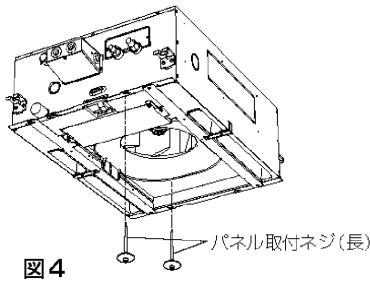
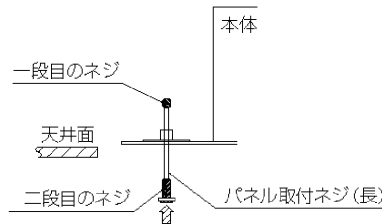
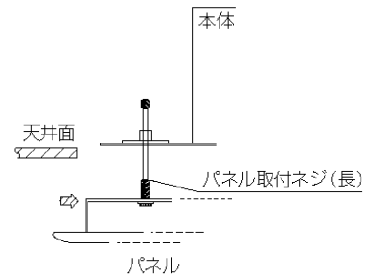
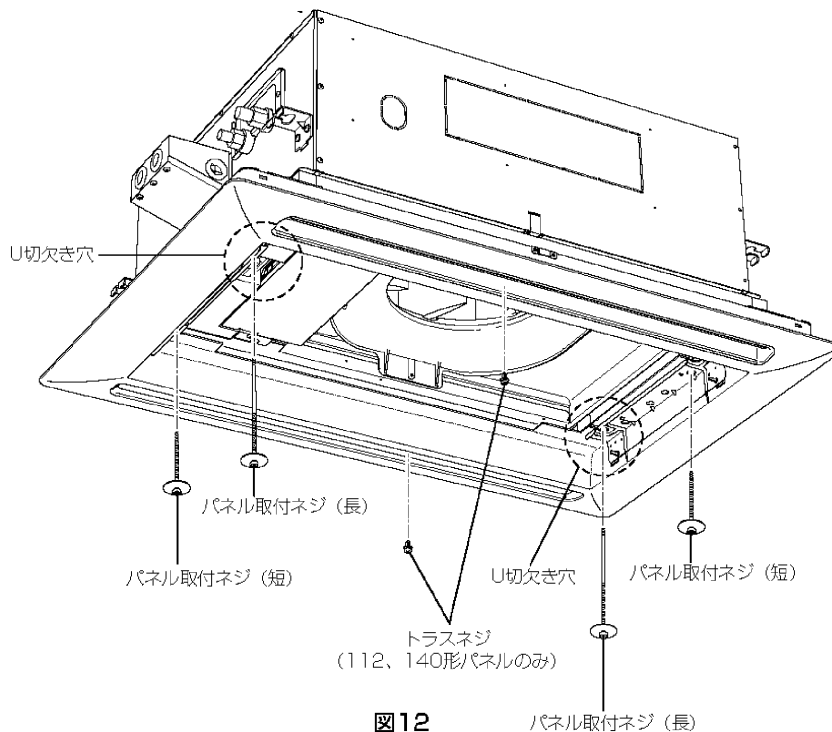

図4
図5
図6
図12
化粧パネルを取付ける前に、ユニット本体に付属のパネル取付ネジ（長）2本を図4の位置に対角で仮止めします。（図5のとおりパネル取付ネジ（長）の一段目のネジ部がユニット本体のナットを通抜ける位置までねじ込みます。）次に化粧パネルを取付けますが、オートベーンのコネクター部が必ず配管側になるよう方向に注意してください。
方向を合わせたら仮止めしたパネル取付ネジ（長）にパネル本体吸込口部の切欠き穴を引掛けます。（図6）最初に反配管側、次に配管側を引掛けます。（図12）（配管側はパネル取付ネジ（長）を内側に押して引掛けると作業が楽に行えます）この状態でパネル本体は仮止めされますが、パネルを持ち上げたり、強く揺らすと外れることがありますので、パネル取付ネジ（短）2本で残りの2カ所を取付けてください。
2. 1が完了しましたら図5および図6で仮止めしていた取付けネジ(長)および(短)とトラスネジを締め付けてください。(図12)